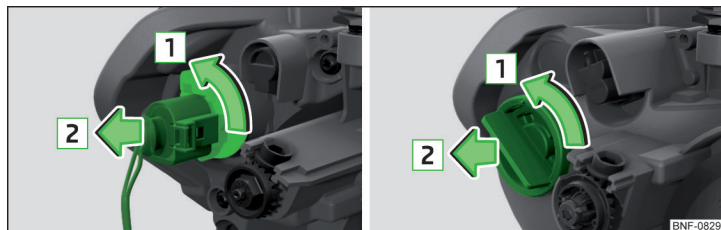

Fig. 175 Udskiftning af pære til blinklys foran: Type 1 / Type 2
- Drej fatningen med pæren helt i pilens retning **1** » Fig. 175.